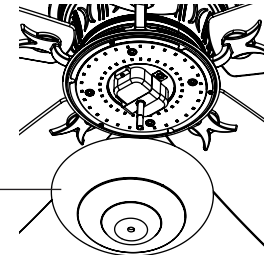

Fig. 24
Étape 3. Soulevez l'abat-jour en verre jusqu'au kit d'éclairage, permettant à la tige filetée de passer par le trou central au bas de l'abat-jour en verre. Placez la rondelle en silicone et la rondelle métallique sur la tige filetée, puis vissez l'écrou manuel sur la tige filetée jusqu'à ce qu'il soit bien serré. NE SERREZ PAS TROP. (Fig.24)
Étape 1. Retirez la plaque murale existante et l'ancien interrupteur de la boîte de prise murale. Câblez les fils NOIR (chauds) avec le connecteur et repoussez à l'intérieur de la boîte de sortie. (Fig. 24)